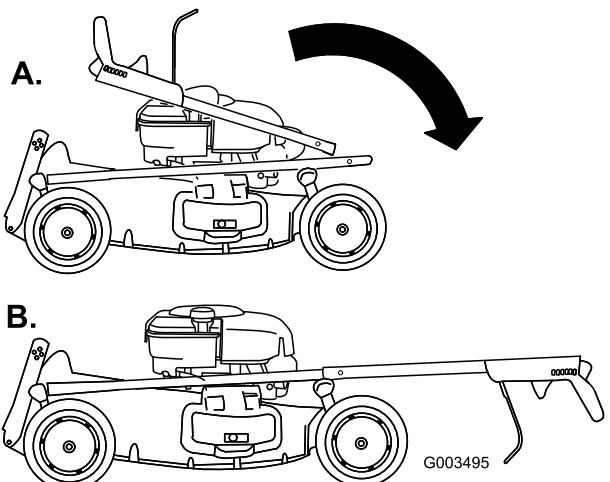

Figura 4
3. Inclinete in avanti con cautela la sezione superiore della stegola e appoggiatene le estremità sulla sezione inferiore, in modo che siano allineate, l'una all'interno dell'altra (Figura 4).